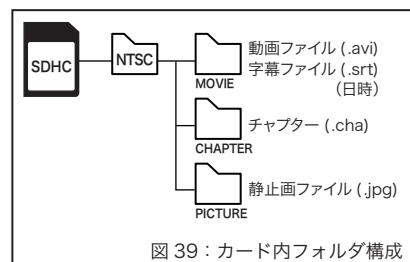

図 39 : カード内フォルダ構成
- ・ 本装置で作成されるデータフォルダは右図(図39)のような状態で構成されています。